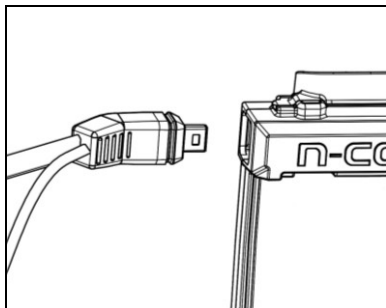

Fig. 5
- Ligar o feixe de cabos esquerdo à contraparte, como mostrado na figura (Fig. 5).